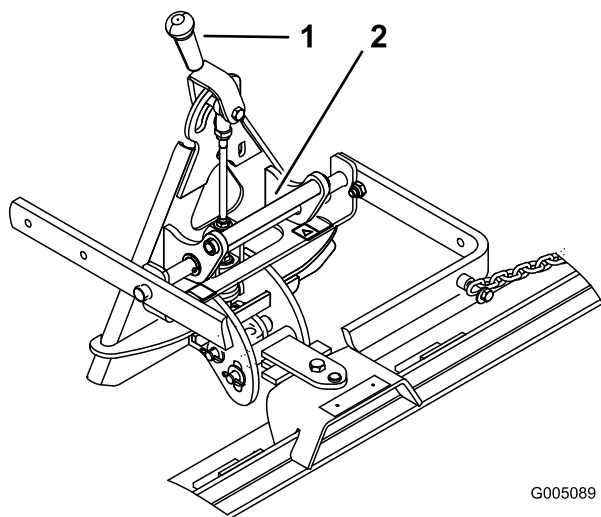

Figura 14
1. Ruotate la leva di bloccaggio a sinistra (Figura 14).
3. Afferrate la stegola di sollevamento e inclinate l'accessorio indietro sull'accessorio (Figura 14).